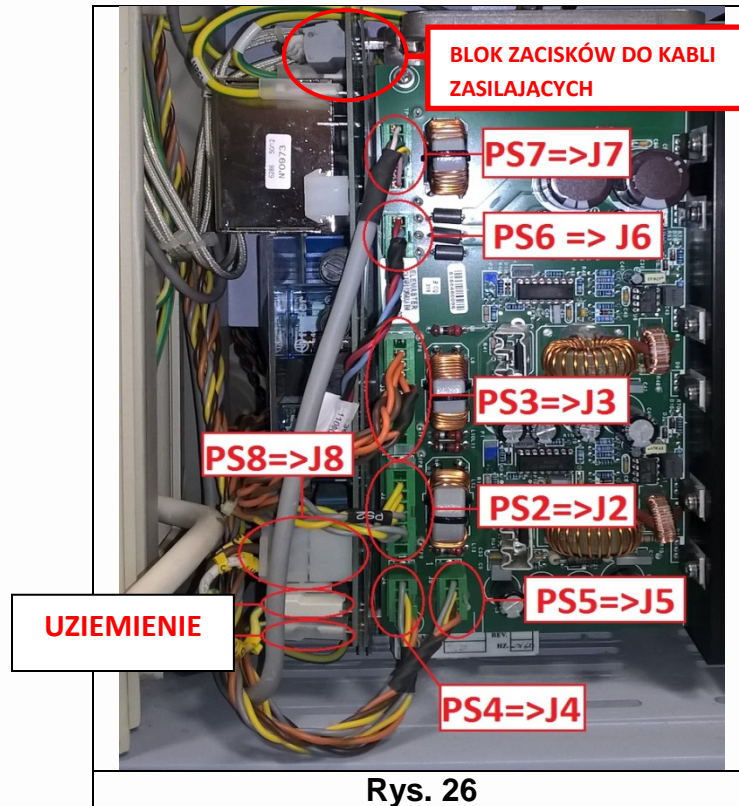

Rys. 24
25. Przymocować zasilacz sieciowy do korpusu aparatu za pomocą dwóch (2) śrub M4x12 założonych wcześniej w punkcie 22 (rys. 24 i rys. 25).